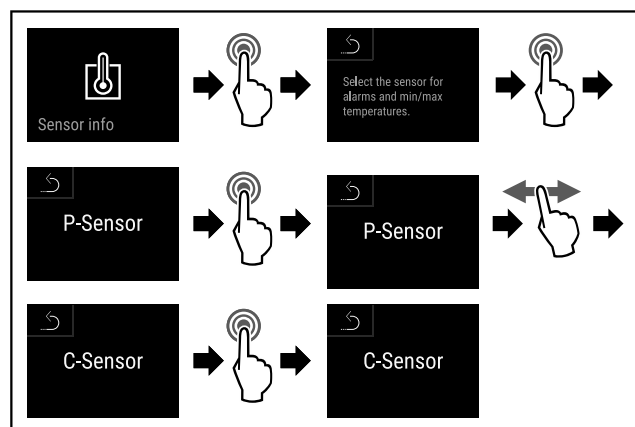

Fig. 166
- ▶ Stappen (zie Fig. 166) uitvoeren.